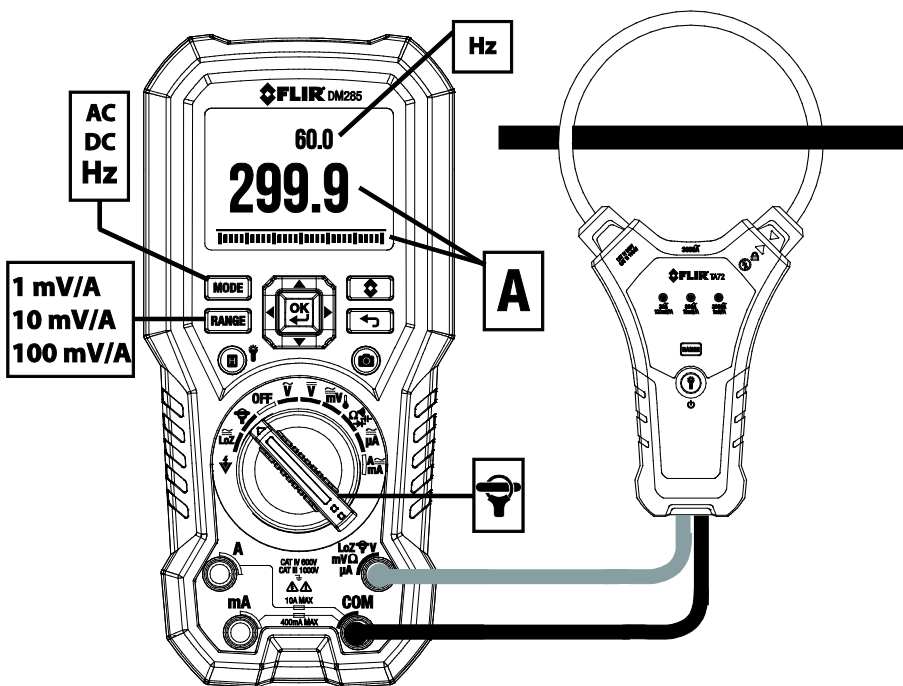

Fig. 9-12 Anvendelse af adapter til FLEX-klemme
2. Tilslut en klemmeadapter som vist i **Fig. 9-12**.